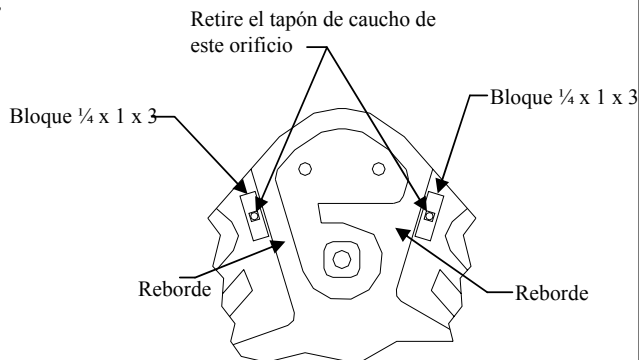

Figura 3
3. Quite los tapones de caucho de los orificios que se unen como se muestra en la Figura 3.
Nota: Los bloques se deben orientar contra el reborde en el alojamiento de la llanta de repuesto como se muestra en la Figura 3 para evitar que el bloque se voltee, así como permitir que los bloques queden planos.